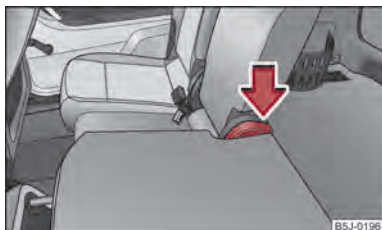

Fig. 42 Rabatarea spătarului spre înapoi
- Apăsăți maneta ⇒ fig. 42 și rabatați spătarul scaunului la loc. Asigurați-vă că spătarul scaunului este fixat.